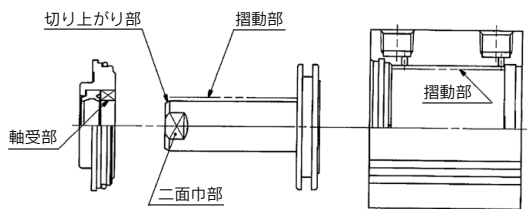

図6 グリース塗布位置
④ シリンダ各部品
a. シリンダの各部品には図6の摺動部にグリースを塗布しますが、100ストロークのシリンダ1本につき表1の量が必要です。目安としては人差し指ですくった程度が約3(g)です。